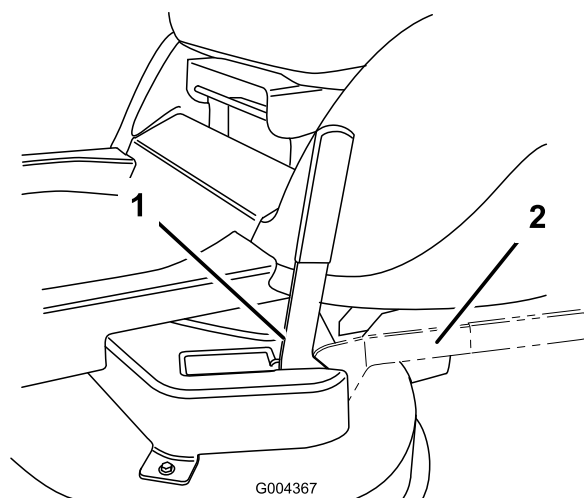

Figura 15
3. Mettete la leva Recycler su richiesta (Figura 15) nella posizione desiderata: